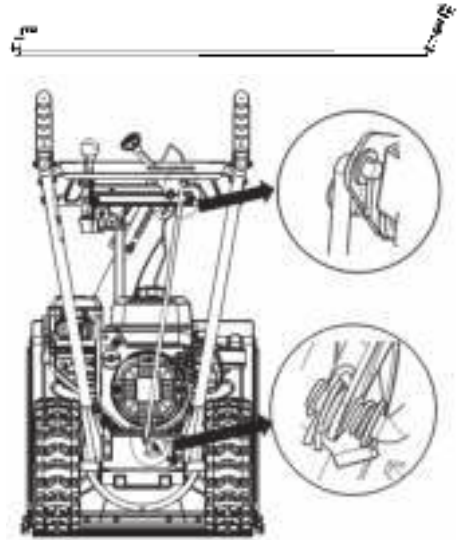

Рис. 7 Установка тяги переключения передач
6. Присоедините тягу к рычагу переключения передач. Установите тягу с коротким изогнутым концом в отверстие кронштейна рычага переключения передач, затем оденьте шайбу и вставьте шплинт (Рис. 7). Вторым концом с шайбой и пружиной, введите в отверстие кронштейна оси переключения передач с внешней стороны. Закрепите второй конец шайбой и шплинтом.